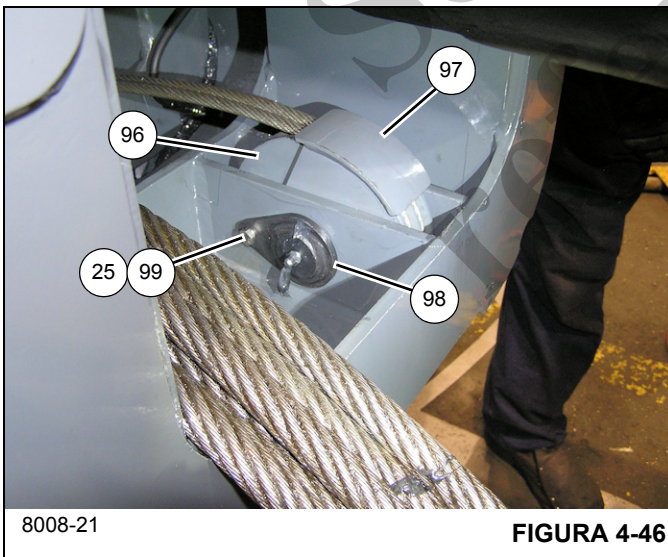

FIGURA 4-46
74. Instale el miembro soldado del protector de polea (97) sobre la parte superior de los dos cables de retracción de la sección telescópica 3 (65), luego fije el miembro soldado del protector de polea (97) y el conjunto de polea (96) en su lugar, utilizando el miembro soldado del eje (98), el perno (99) y la arandela de seguridad (25) (lados izquierdo y derecho) (vea la Figura 4-46).